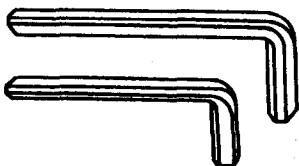

图 1-6 内六角扳手
5. 内六角扳手 内六角扳手主要用于装拆内六角头螺钉，见图 1-6。其规格以扳手头部下方对边尺寸表示，常用规格为：3mm、4mm、5mm、6mm、8mm、10mm、12mm、14mm 等。可供装拆 M4~M30 的内六角头螺钉使用。使用时，先将六角头放入内六角螺钉的六方孔内，左手下按，右手旋转扳手，带动内六角螺钉紧固或松开。